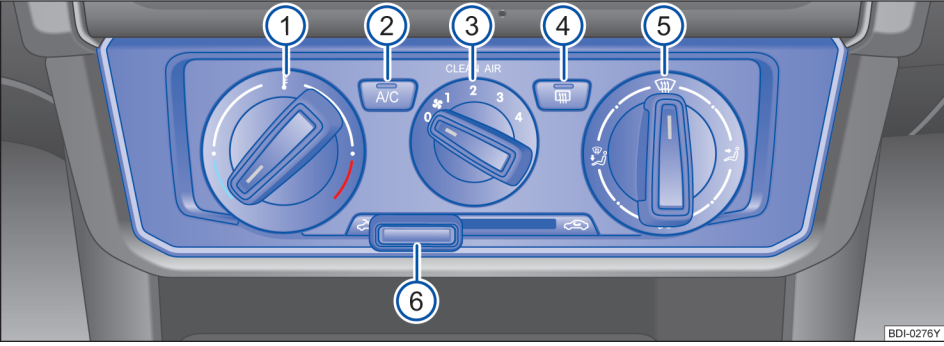

图 122 中控台上：手动空调的操作元件
- 将温度调节旋钮①⇒图 122 逆时针转到蓝色温度最低位置。
- 将鼓风机旋钮③⇒图 122 转到合适位置。
- 将空气流向调节旋钮⑤⇒图 122 转到位置 。